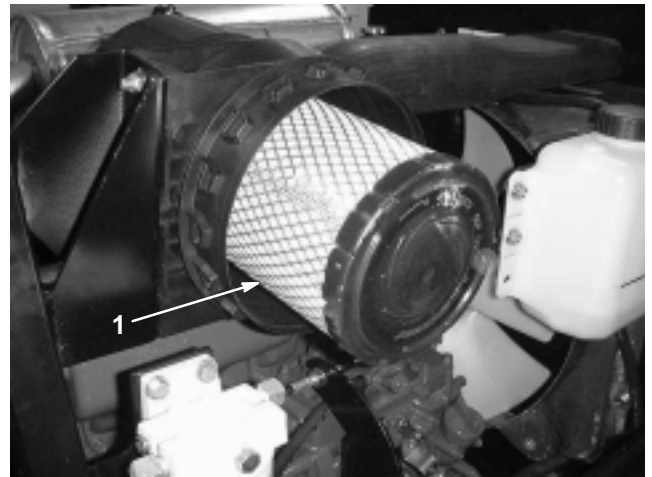
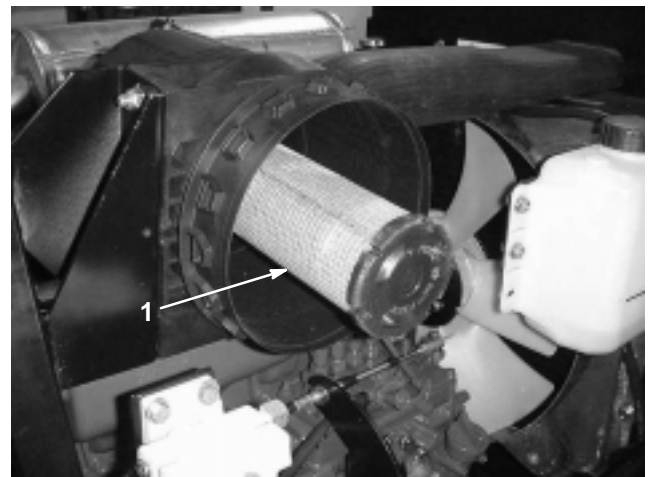

Bild 29
Bild 30
2. Schieben Sie den Hauptfilter (Bild 29) vorsichtig aus dem Luftfilterkörper heraus, damit möglichst wenig Staub aufgewirbelt wird. Vermeiden Sie ein Anstoßen des Filters am Filterkörper. Entfernen Sie den Sicherheitsfilter **nicht** (Bild 30).
Wichtig Versuchen Sie nie, den Sicherheitsfilter zu reinigen (Bild 30). Tauschen Sie den Sicherheitsfilter bei jeder dritten Wartung des Hauptfilters aus.